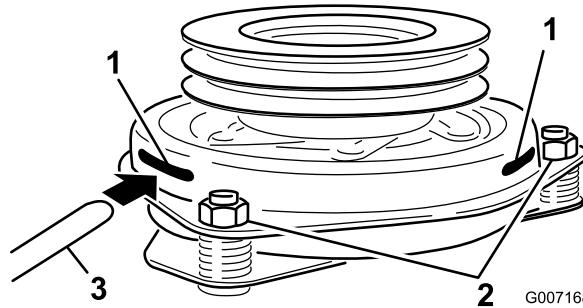

Figura 63
8. Insira um apalpa-folgas de 0,381 a 0,533 mm através de uma ranhura de inspeção na parte lateral do conjunto. Certifique-se de que se encontra entre as superfícies de atrito da armadura e do rotor (Figura 63).
9. Aperte as porcas de bloqueio até haver uma ligeira dobra no calibrador, mas desde que continue a mover-se facilmente dentro da folga de ar (Figura 63).